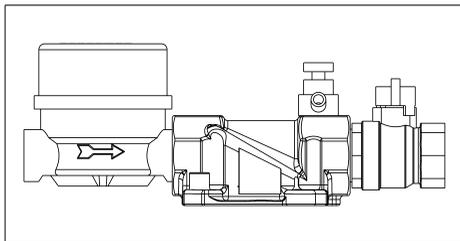

Fig. 1 : Bride rotative de montage
- sens d'écoulement (cf. fig. 1)
**La bride rotative de montage doit être installée dans le sens d'écoulement. Elle est indiquée par une flèche (cf. fig. 1).**